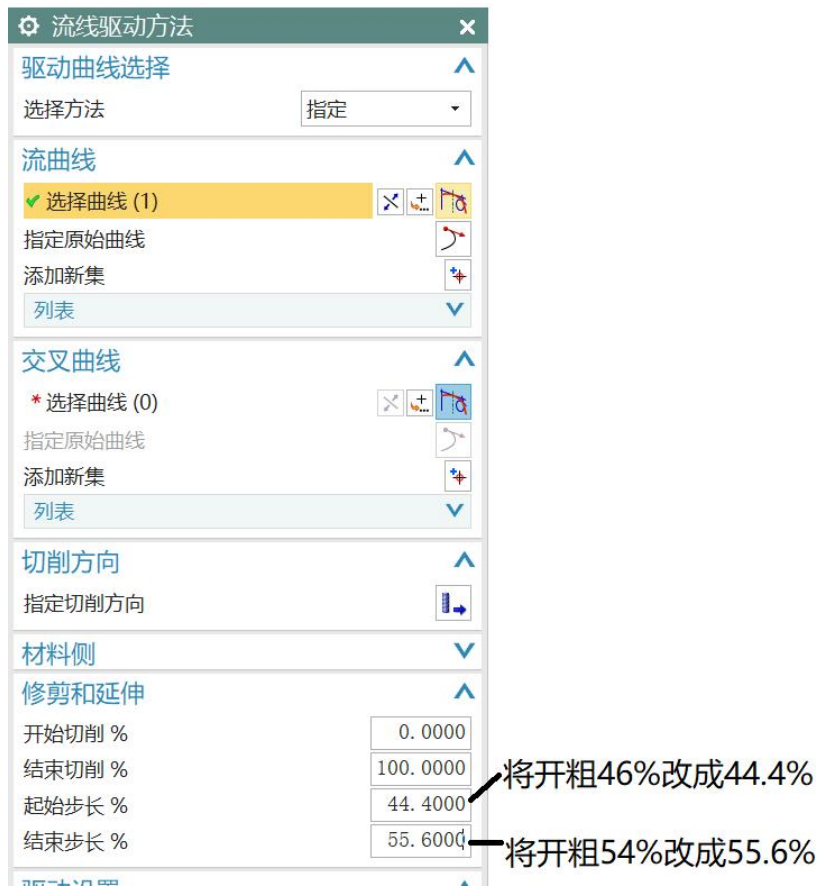

图 1-20 精加工流线修改
(3) 槽精加工编程，复制粗加工程序，进行参数修改，将刀轨设置中“方法”改成“精加工”，流线驱动方法修改如图 1-20 所示。